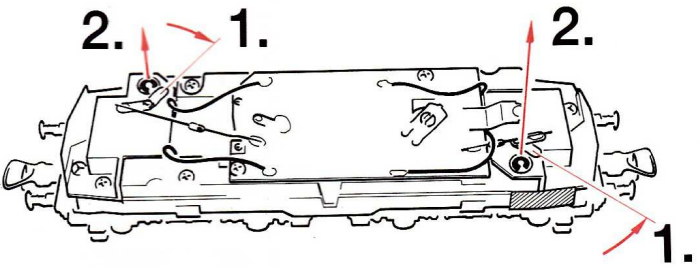

Fig. 7a
5. Carbon Brush Changing: first **remove** loco body (fig. 3), and then the **motor** (fig. 7a, 7b). ⇨ *Assembly*
5. Remplacement des balais du moteur: Démontez la caisse (voir fig. 3). Démontez ensuite le moteur et échangez les balais (fig. 7a, 7b). ⇨ *L'assemblage*